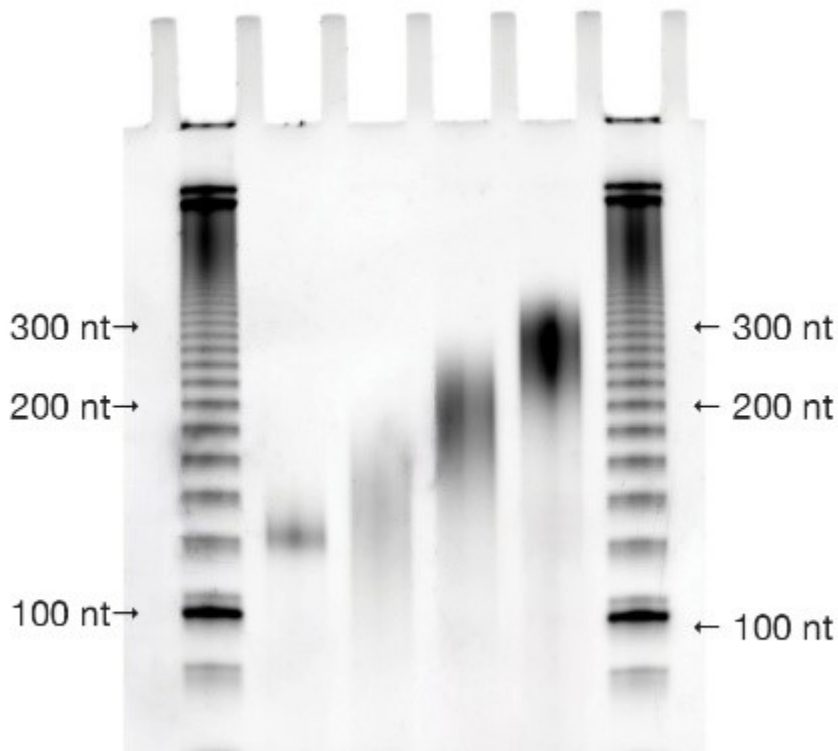
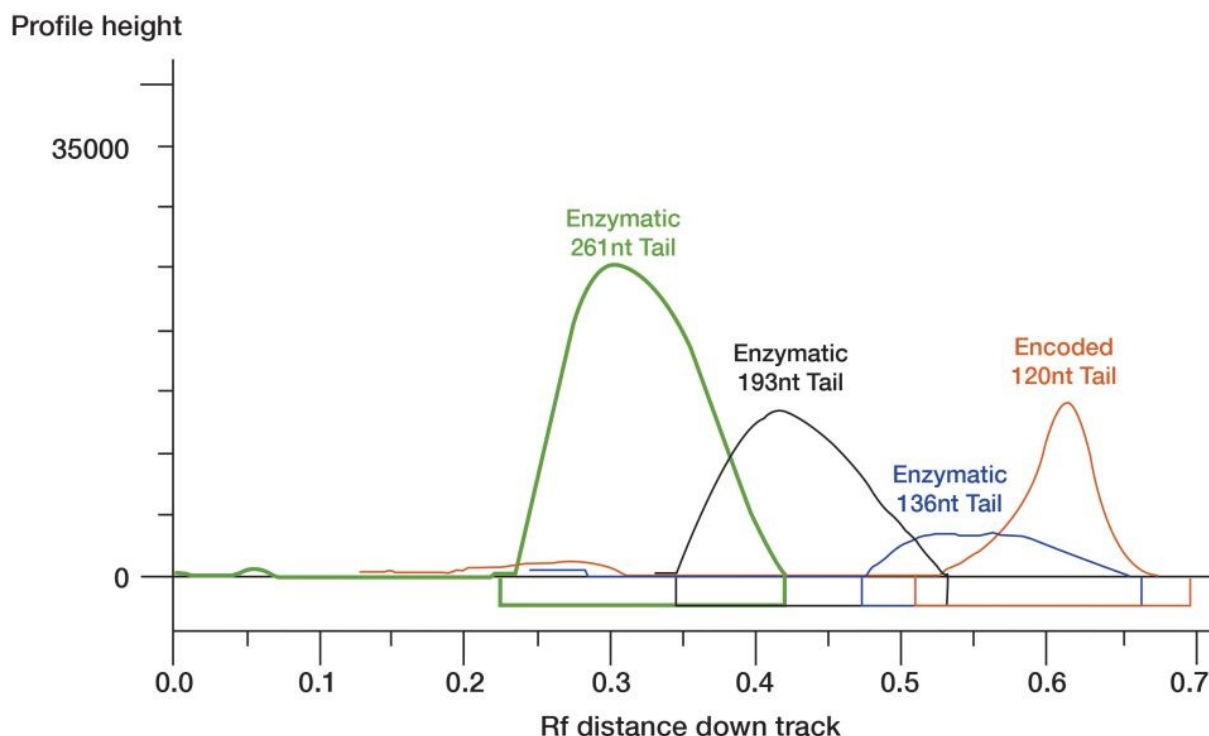

Abbildung 2A: Polyacrylamidgel mit Poly(A)-Tail Längen zwischen 120 nt und 261 nt aus dem EZ-QC™ mRNA Poly(A) Tail Length Assay Kit
Abbildung 2B: Verteilung des Signals aus der Analyse des Polyacrylamidgels. Die durchschnittlichen Tail-Längen sind berechnet.
In einem einzigen Lauf kann eine Vielzahl von unterschiedlichen Tail-Längen aufgetrennt werden. Abbildung 2A zeigt die Poly(A)-20-mer-Leiter (Lane 1 und 6), einen kodierten 120-nt-Tail (Lane 2), einen 15-minütigen enzymatischen 136-nt-Tail (Lane 3), einen 30-minütigen enzymatischen 193-nt-Tail (Lane 4) und einen 60-minütigen enzymatischen 261-nt-Tail (Lane 5) in einem einzigen Gellauf. Das Gel zeigt sowohl den Grad der Schwanzbildung als auch die Verteilung des enzymatischen Tailings. Die Länge des Poly(A) Tails zusammen mit Gleichmäßigkeit des Peaks und der Signalintensität helfen optimale enzymatischen Bedingungen zu bestimmen (Abbildung 2B).